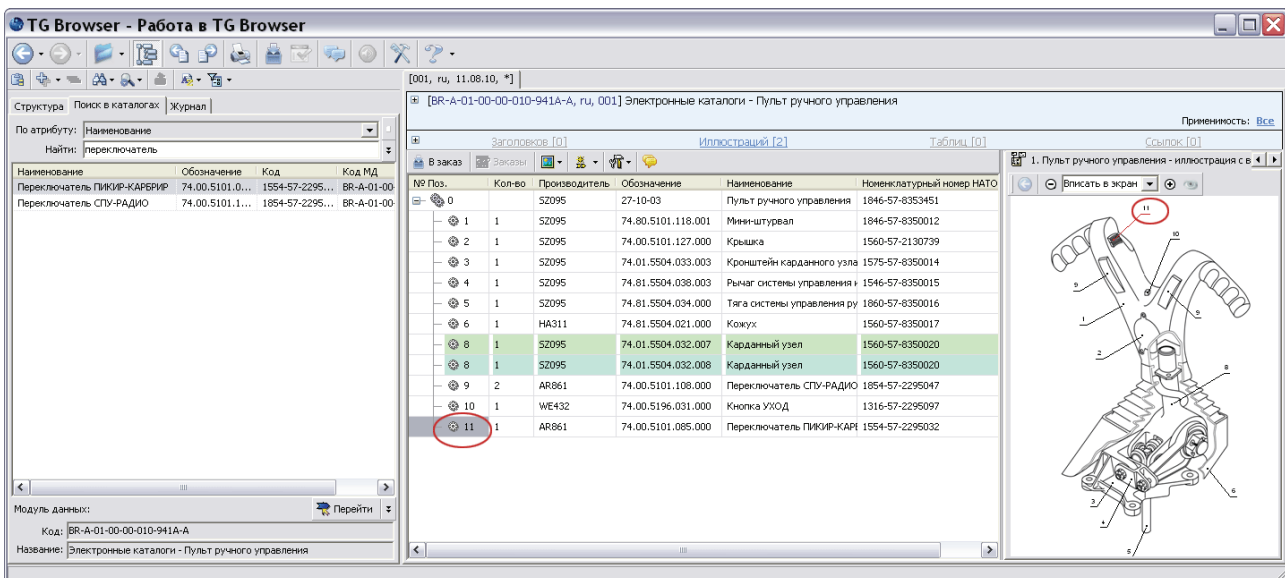

Рис. 3.71
8. Нажмите в нижней правой части вкладки на кнопку **Перейти к модулю данных** . В окне просмотра справа появится содержимое электронного каталога. Найденная позиция выделена в таблице каталога (Рис. 3.71).